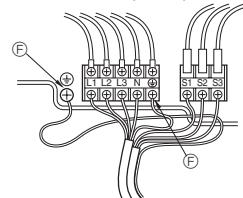

Fig. 6-2
6.1. Dış ünite (Fig. 6-1, Fig. 6-2)
Ⓑ Fig. 6-1 ve Fig. 6-2'ye bakarak kabloları bağlayın.